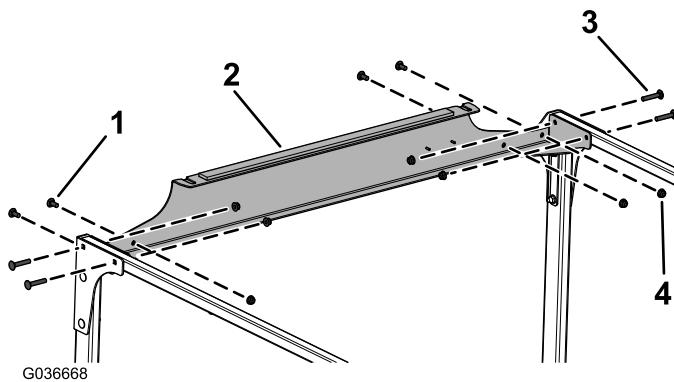

Рисунок 10
9. Установите, не затягивая, заднюю поперечину на поперечные трубы и задние пластины, используя 4 каретных болта (5/16 x 1-3/4 дюйма), 4 каретных болта (5/16 x 3/4 дюйма) и 8 фланцевых гаек (5/16 дюйма), как показано на Рисунок 10.